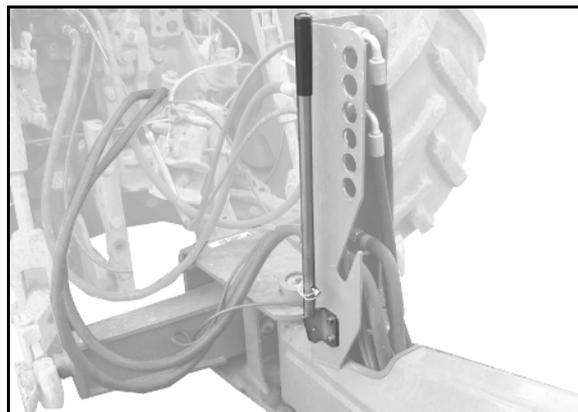

Fig. 47
1. tirer la poignée hors de la position de stationnement (Fig. 47).